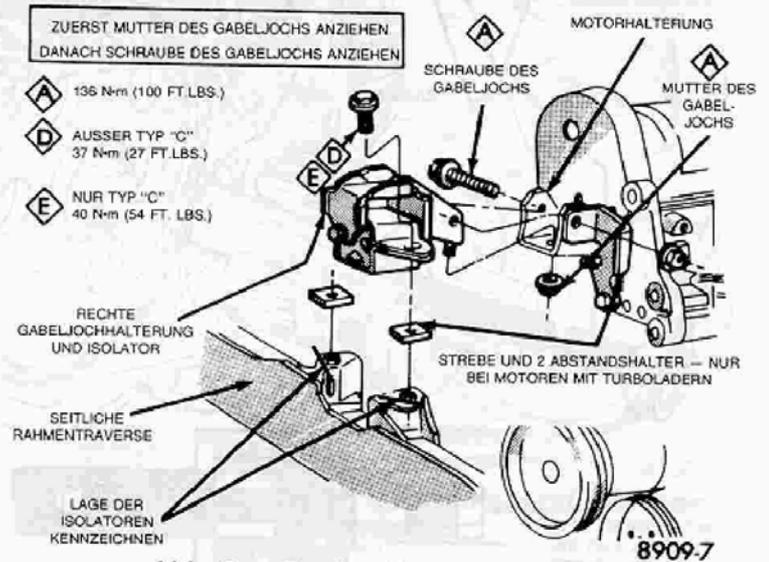

Abb. 5 – Rechte Motoraufhängung
(1) Rangierwagenheber unter den Motor fahren.
(2) Rechte Motoraufhängung lösen (Abb. 5) und Motor leicht anheben.